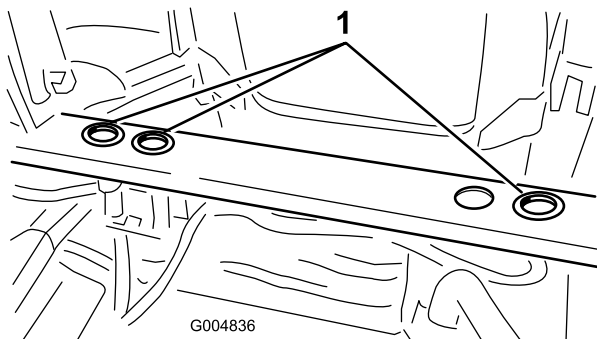

Figura 9
14. Instale pasamuros de goma en los tres orificios del soporte del bastidor trasero, según se muestra en (Figura 9).